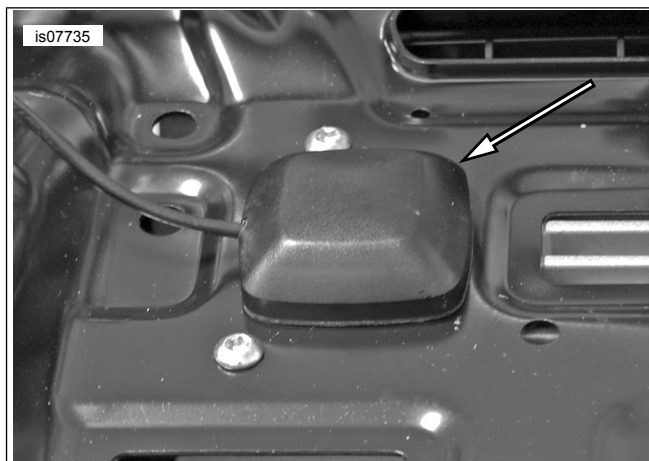

Figura 3. Rimozione dell'antenna
8. Vedere la figura 3. Se presenti, staccare le antenne XM/NAV dalla staffa di sostegno della radio e posizionarle a parte.